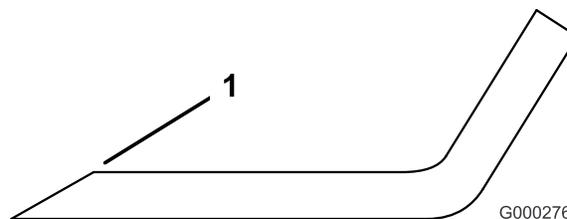

Figura 61
1. Utilice una lima para afilar el filo de corte en ambos extremos de la cuchilla (Figura 61).